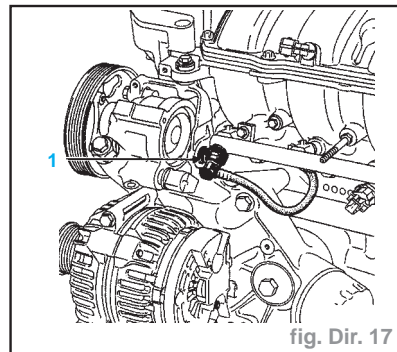

fig. Dir. 17
- Débrancher le tuyau d'arrivée d'essence sur la rampe d'injection, qui permettra de déposer la vis étoile (1) (**T40**) de fixation de la pompe. (fig. Dir. 17)